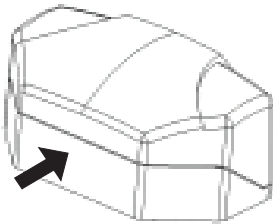

Рисунок 3
7.1 Снимите крышку извещателя, для чего нажав на заднюю стенку основания извещателя (рисунок 3), сдавите пальцами второй руки края крышки, в местах указанных на рисунке 4, снимите крышку.